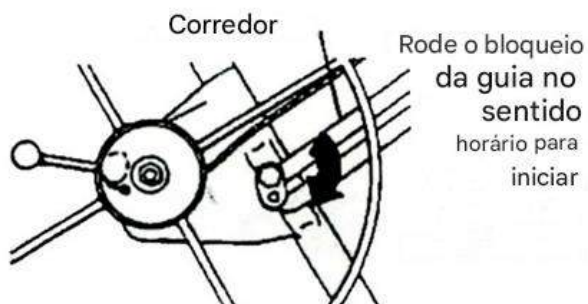

Figura 5
5. Incline o guincho suavemente para trás em direção à estrutura. Isso fará com que o bloqueio do trilho mantenha o guincho totalmente puxado. (Figura 5).